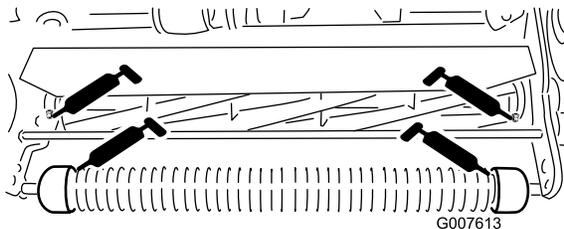

Figura 17
- 2 en el rodillo delantero (Figura 17)
- 2 en los cojinetes del molinete (Figura 17)